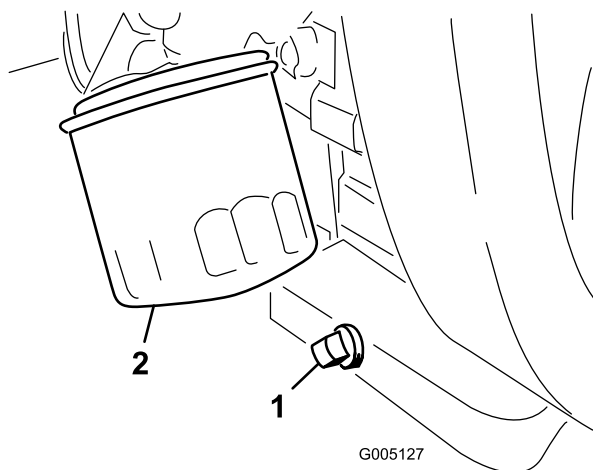

Figura 44
- Retire o tampão de escoamento (Figura 44) e deixe o óleo escorrer para um recipiente adequado. Quando o óleo parar, volte a montar o tampão de escoamento.
- Retire o filtro do óleo (Figura 44). Aplique uma leve camada de óleo limpo na gaxeta do novo filtro.